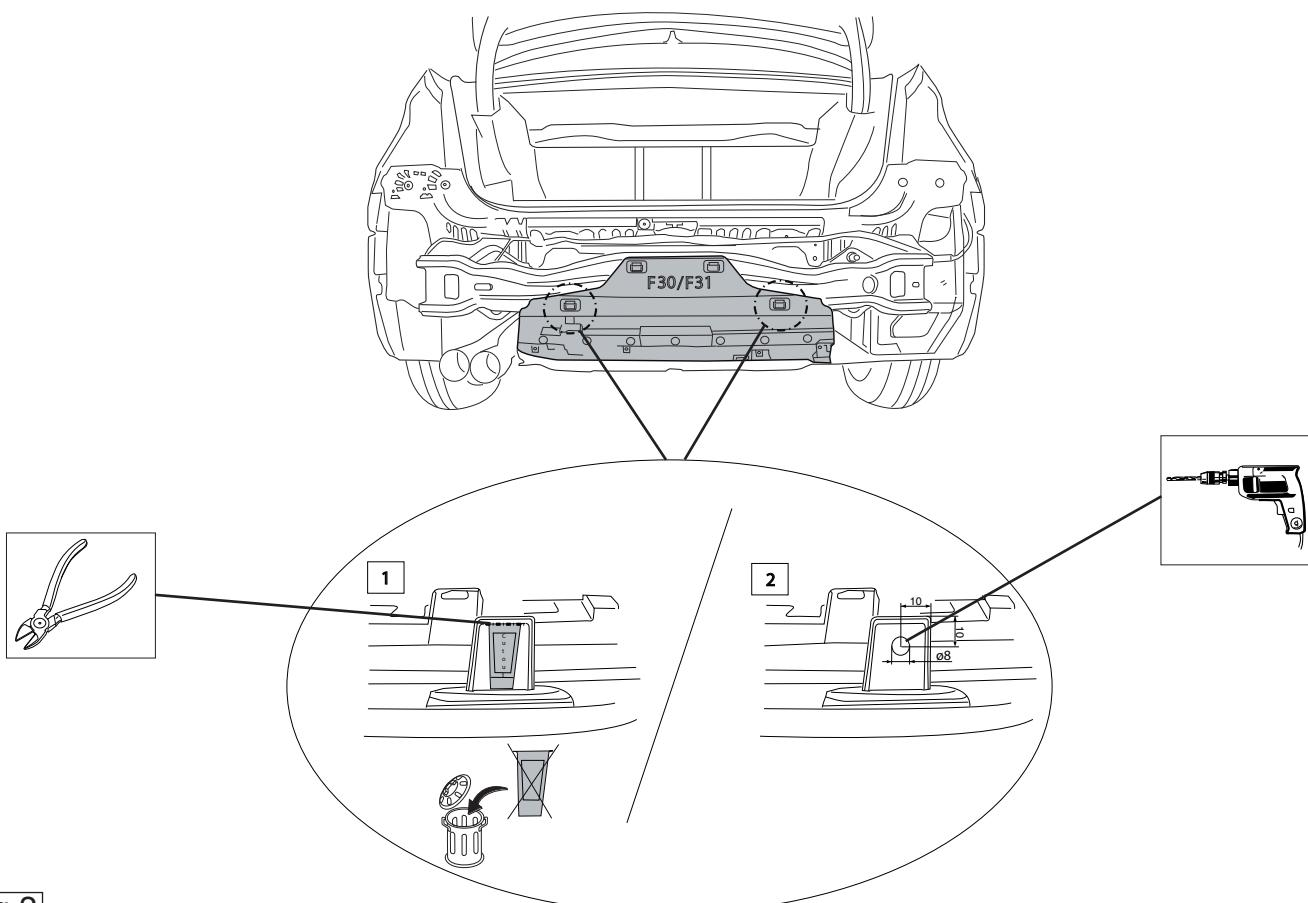

Fig.2
- 3. Drill the holes B (ø8mm) in the plastic cap. See fig. 2.
- 5. Align the two bar at points B (ø8mm). See fig. 2.
4. Plaats de trekhaak tegen de punt B o 8mm. zie fig. 2.
3. Bohren Sie die Löcher B ($\varnothing 8$ mm) in die Kunststoffkappe, siehe Abb. 2.
2. Démontez la partie inférieure de la capuchon en plastique contre le panneau arrière à l'emplacement des points B 0 à 8 mm - voir fig. 2.
3. Borra hålen B (ø8 mm) i plastkåpan. Se fig. 2.
3. Bor hullerne B ø8mm i kunststofhætten. Jævnfor fig. 2.
3. Просверлить в буферном брусе отверстия Ø 8 мм, см. рис. 2.